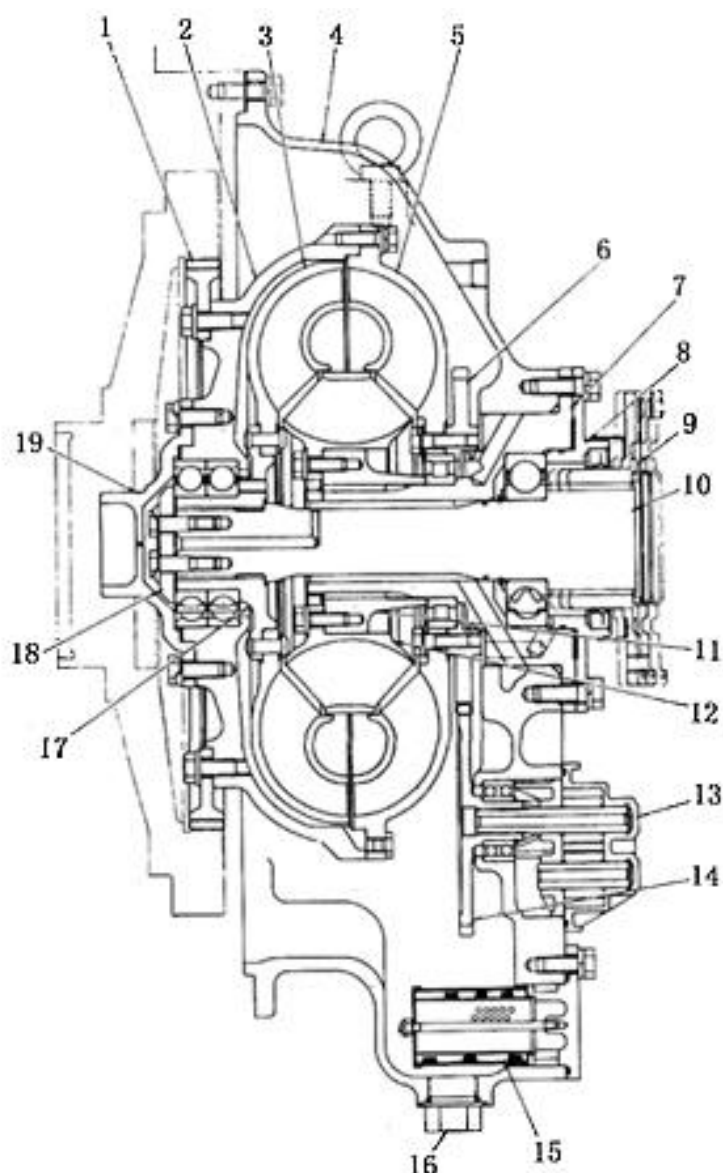

Рис. 5-17
5.2 Гидротрансформатор (см. Рис. 5-17)